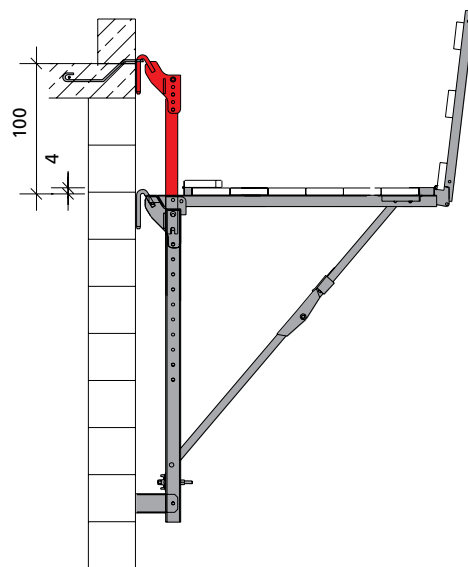

Fig. 15.2
2. Glisser le rail de réglage vertical 100 KAB par le dessus et monter l'adaptateur correspondant, disposer deux adaptateurs (fig. 15.2).